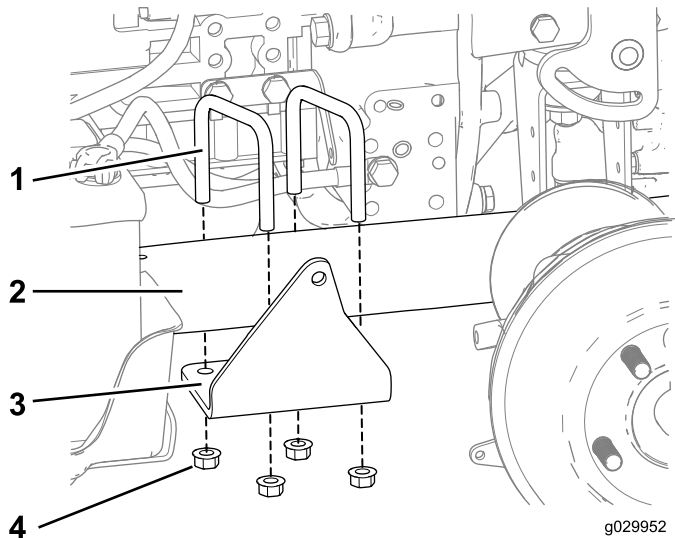

図 7
1. シリンダマウントをフレームに仮止めするUボルト2本とナット3/8 インチ4個を使用し、図 7に示すように取り付ける。
7. フランジナット4個を締め付けて取り付けブラケットをフレームに固定する 図 7。